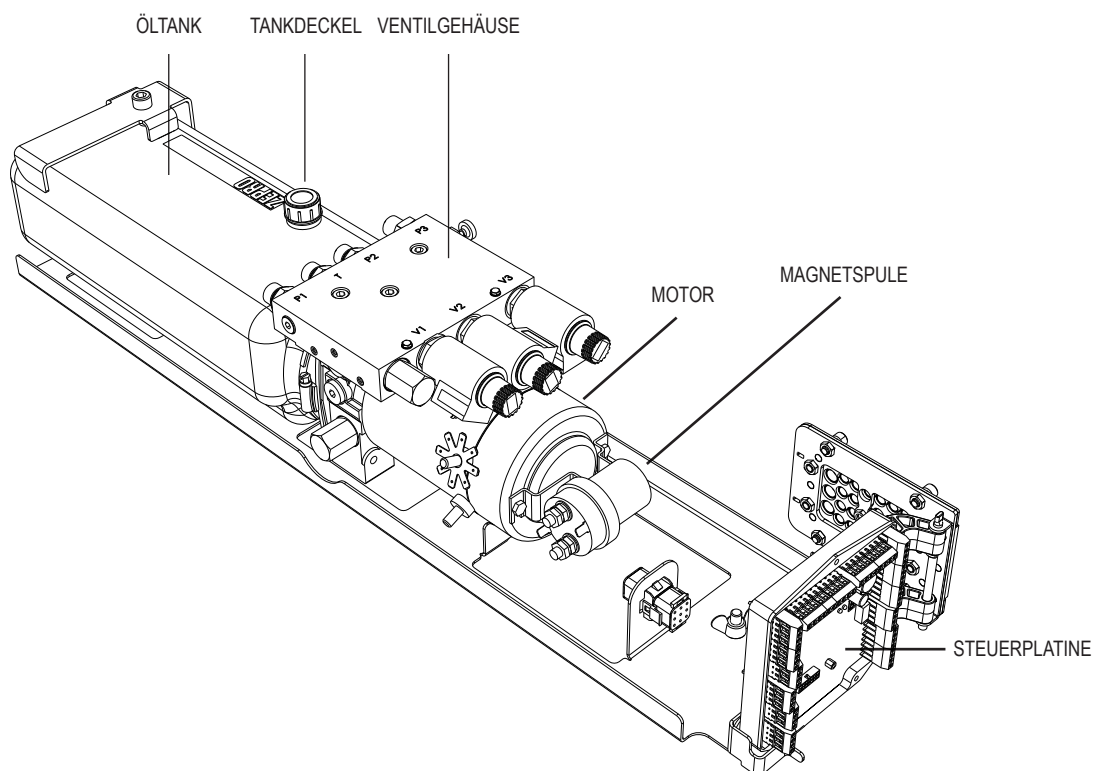
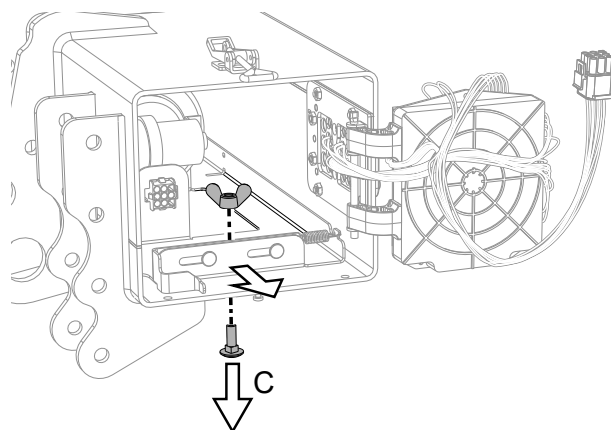

Abbildung 70. Hydraulikaggregat und Steuerplatine
Abbildung 74. Freilegen des Hydraulikaggregats
4. Das Hydraulikaggregat lösen, indem die Flügelmutter und die zugehörige Schraube (C) losgeschraubt werden, siehe Abbildung 74, und das Hydraulikaggregat herausziehen, bis dessen Tankdeckel zugänglich ist, siehe Abbildung 70 auf Seite 40.